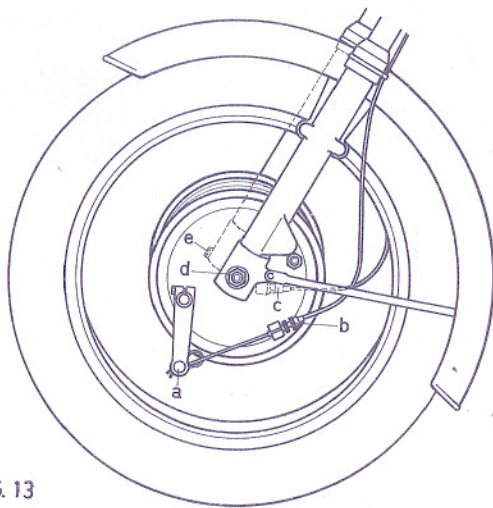

FIG. 13
7.3 Aus- und Eibau des Vorderrades (Fig.13)
7.3 Démontage et montage de la roue avant (fig.13)